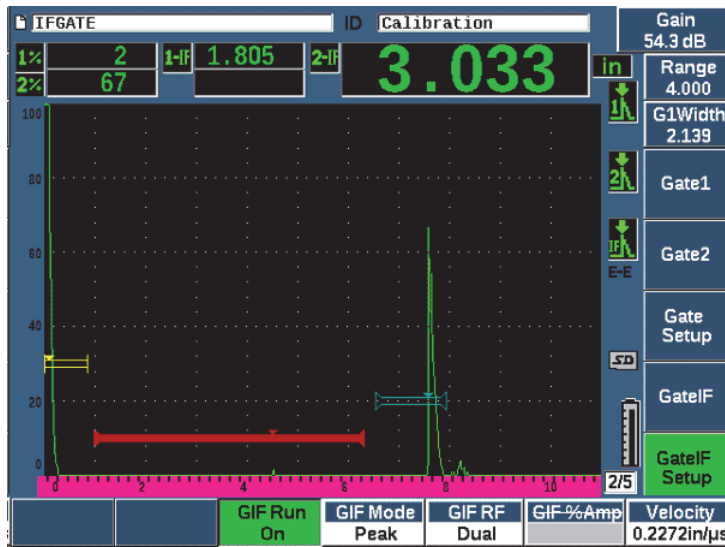

Figura 11-34 Configuración del modo de ejecución de la Puerta de interfaz
3. Use la rueda de ajuste, o las teclas de dirección, para determinar el parámetro a **On** (vea la Figura 11-34 en la página 316).